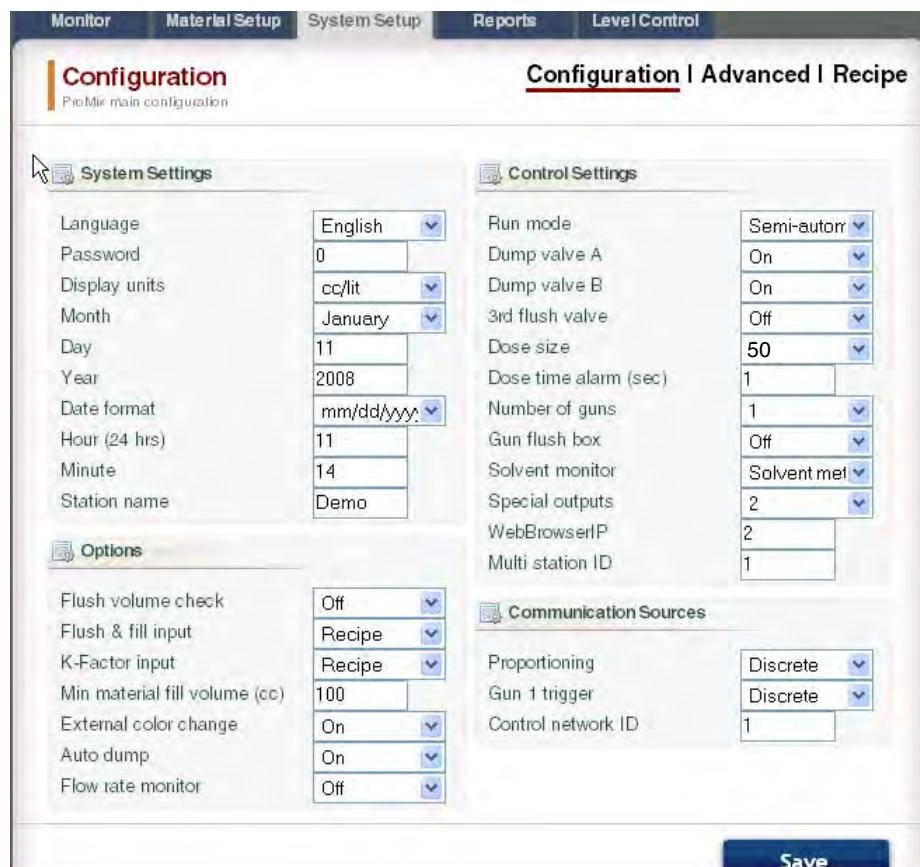

Рис. 56. Вкладка установок системы, экран конфигурации
Каждый EasyKey должен иметь уникальное имя и адрес IP. См. экран конфигурации на Рис. 56, чтобы назначить название станции (1-99).
- Экран конфигурации** соответствует экранам Конфигурации Системы на EasyKey. См. Рис. 56 Для исчерпывающей информации об этих параметрах настройки и их действиях, см. секцию Установки в руководстве работы системы.